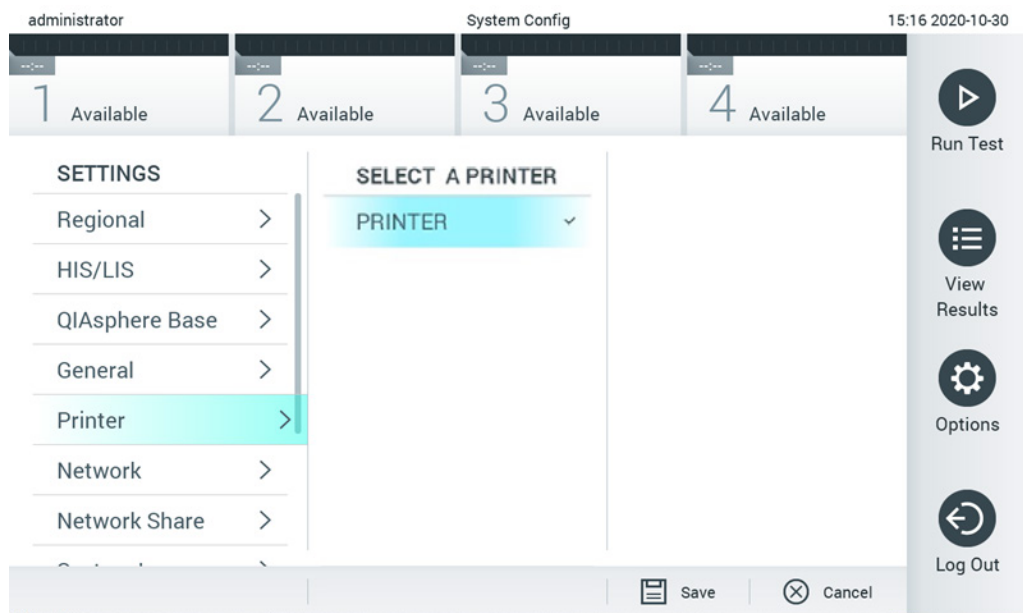

Рис. 67. Выбор принтера для системы.
3. Выберите принтер в списке доступных принтеров (рис. 67).